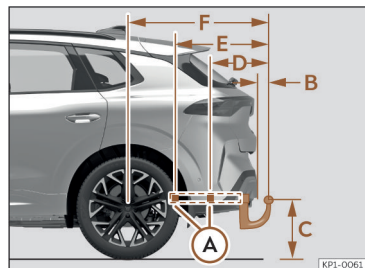

Fig. 199 Dispositivo de reboque: cotas e pontos de fixação.
A distância entre o centro da rótula e a estrada >>> **Fig. 199** (C) nunca poderá ser inferior à indicada. Isto rege também com o veículo a plena carga, incluindo a carga vertical máxima tecnicamente admissível sobre o acoplamento.